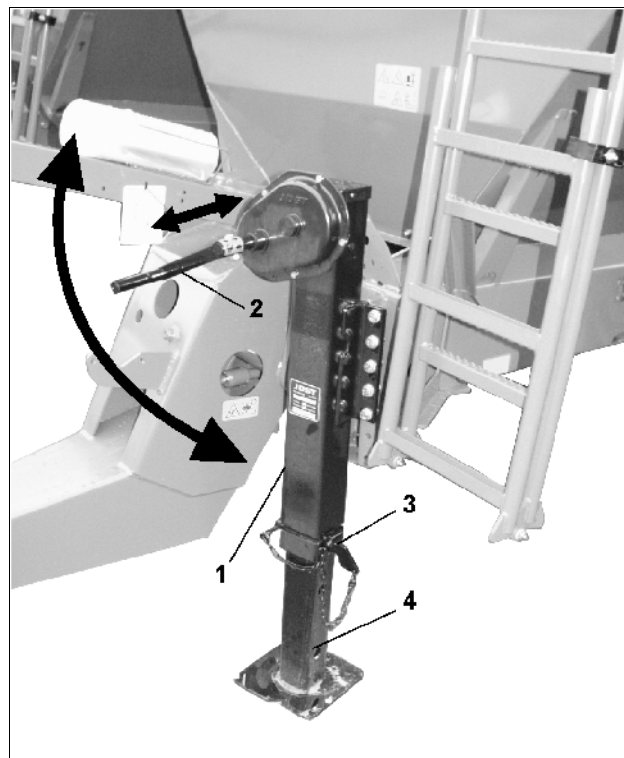

Рис. 24
- Извлеките крепежный палец (Рис. 24/4) из нижнего отверстия.
- Опустите опорную стойку (Рис. 24/1) .